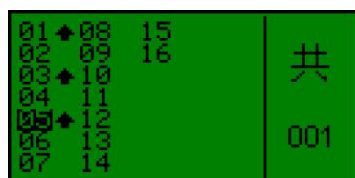

图17 手动
②_x0001_ 如图17所示, 此页面用于手动调试电容投切。